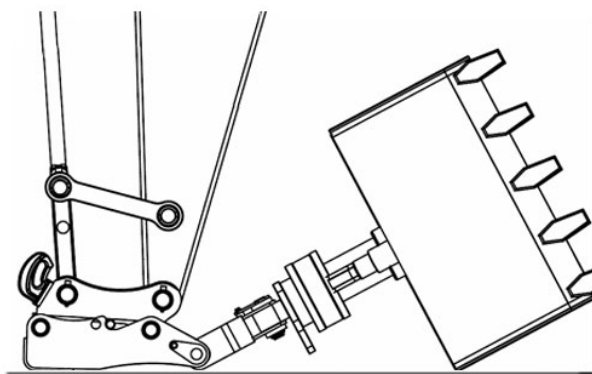

Abbildung 98: Anlageflächen liegen an
- Die Verriegelungsbolzen befinden sich unter der zu verriegelnden Achse des Geräteadapters, siehe *Abbildung 98*.